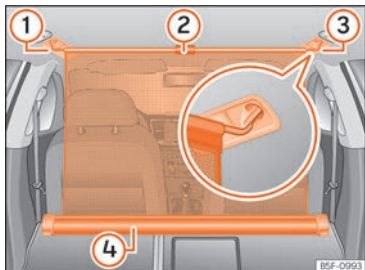

Abb. 160 Im Gepäckraum: eingehängtes Trennnetz bei vorgeklappter Rücksitzlehne.
- Ziehen Sie die Lasche »» **Abb. 160** ② nach oben, um das Netz aus dem Einsatz »» **Abb. 160** ④ zu nehmen.
- Hängen Sie die Netztrennwand an der rechten Seite »» **Abb. 160** ③ (vergrößerte Darstellung) ein.
- Hängen Sie die Netztrennwand an der Aufnahme der linken Seite »» **Abb. 160** ① ein, indem Sie an der Stange ziehen.
Die Netztrennwand ist richtig montiert, wenn die T-förmigen Enden sicher in den entsprechenden Aufnahmen »» **Abb. 160** ③ und ① eingehängt sind.
- Rollen Sie die Netztrennwand in den Einsatz »» **Abb. 160** ④ ein, indem Sie sie mit der Hand nach unten ziehen.